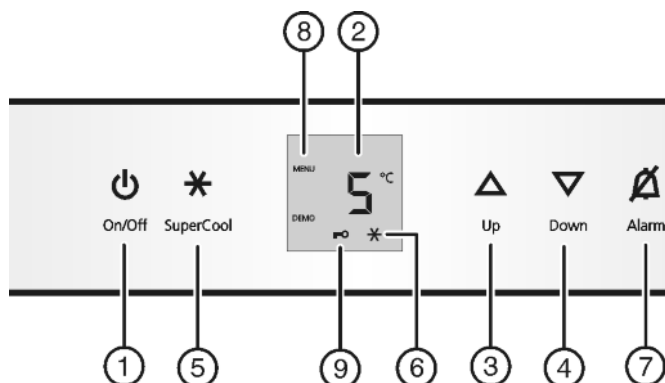

Fig. 2
- ▶ Appuyer sur la touche On/Off Fig. 2 (1).
- ▶ Activer le mode de réglage : appuyer env. 5 sec. sur la touche SuperCool Fig. 2 (5).
- ▷ Le symbole Menu Fig. 2 (8) est allumé.
- ▶ Pour confirmer, appuyer brièvement sur la touche SuperCool Fig. 2 (5).
- ▶ appuyer brièvement sur la touche SuperCool Fig. 2 (5) pour activer la sécurité enfants.
- ▷ Le symbole Sécurité enfants Fig. 2 (9) est allumé. L'affichage **c** clignote.
- ▶ appuyer brièvement sur la touche SuperCool Fig. 2 (5) pour désactiver la sécurité enfants.
- ▷ Le symbole Sécurité enfants Fig. 2 (9) s'éteint. L'affichage **c** clignote.
- ▶ Désactiver le mode de réglage : appuyer sur la touche On/Off Fig. 2 (1).
- ▶ Appuyer sur la touche Alarme Fig. 2 (7).
- ▶ Augmenter la température : appuyer sur la touche de réglage Up Fig. 2 (3).
- ▶ Diminuer la température : appuyer sur la touche de réglage Down Fig. 2 (4).
- ▶ Appuyer brièvement sur la touche SuperCool Fig. 2 (5).
- ▷ Le symbole SuperCool Fig. 2 (6) s'allume dans l'affichage.
- ▷ Le symbole SuperCool Fig. 2 (6) s'éteint dans l'affichage.